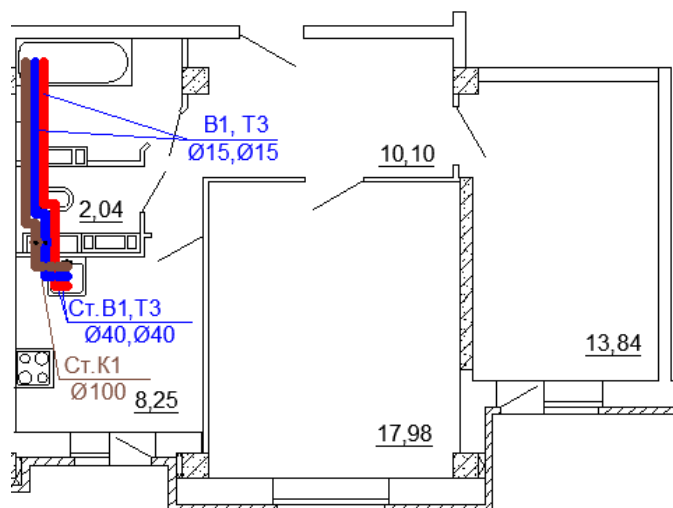

Рис. 7. План квартири
1. Розгляньмо план квартири (Рис. 7) та визначмо розташування санітарних приладів і стояків.